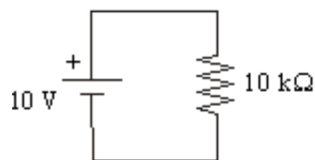

Figura 1
1. Montar el circuito de la figura 1 con la fuente de tensión a 10 V y utilizando la misma resistencia anteriormente medida (valor nominal 10 kΩ).